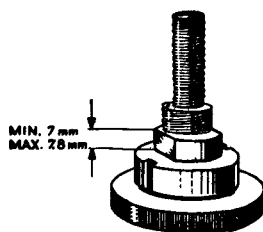

fig. 2
5. Kontrollera höjden av de flata sidorna på hylsan nr 3. Från översidan på låsmuttern 10 skall avståndet vara min. 7 och max. 7,8 mm. Se fig. 2.